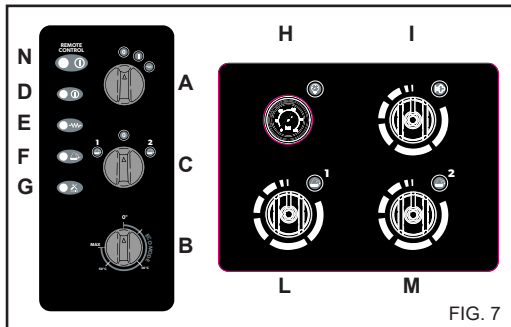

FIG. 7
2) Actionner le nettoyeur, sélectionner au moyen du sélecteur C) fig. 7 le type de produit à utiliser ("1" ou "2") ouvrir le robinet détergent réf. L) pour produit "1" ou réf. M) pour produit "2" (fig. 7) en tournant la poignée dans le sens contraire des aiguilles d'une montre. Pulvériser sur la surface à laver de bas en haut. Laisser agir quelques minutes
3) Mettre le sélecteur du produit détergent C) fig. 7 sur "0". Fermer les robinets de régulation en les tournant dans le sens des aiguilles d'une montre.